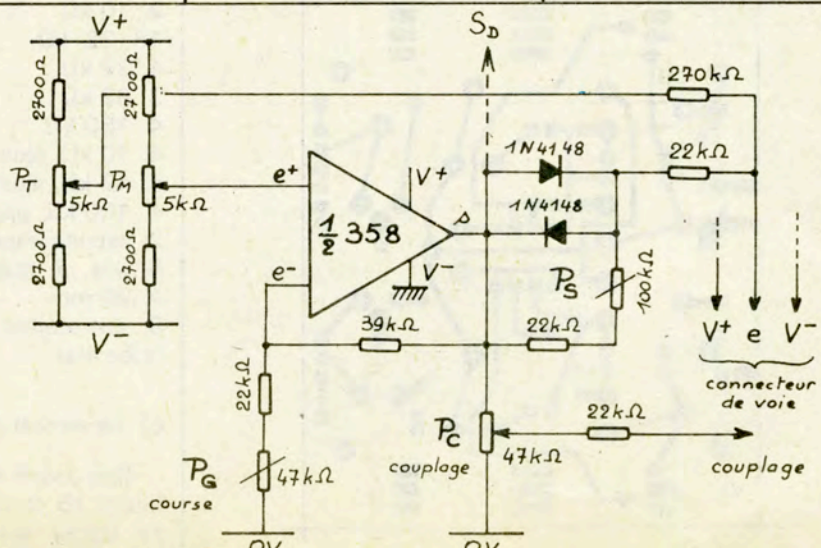

Fig. 14. — Schéma d'une voie en S.
a) Le schéma (voir la fig. 14)
tenuée par P_c. Voir figure 14 et 16. Cette sortie est exploitée dans le module « Hélicoptère ».